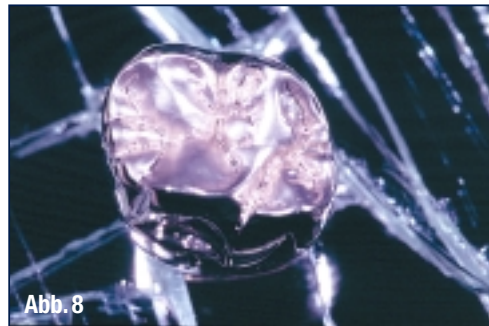

Abb. 8
5. Als letzter Schritt werden mit einer feinen Hartmetallspitze der Fissurenverlauf unter dem Mikroskop nachgezogen und geglättet. Die umlaufende Randleiste wird mit Hochglanzgummi nachgezogen (Schmuckeffekt) (Abb. 8).
(Abb. 8) ▶
(Abb. 8 und 9) ▶